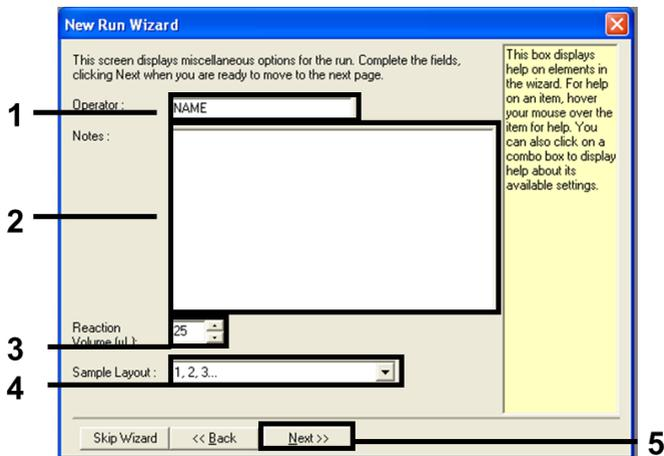

Figura 2. Inserindo o nome do operador e os volumes da reação.
4. Insira o nome do operador no campo Operator (Operador). Adicione quaisquer notas e defina o valor no campo Reaction Volume (Volume de reação) para 25. Certifique-se de que os valores no campo Sample Layout (Disposição das amostras) sejam 1, 2, 3.... Clique em Next (Avançar) (Figura 2).